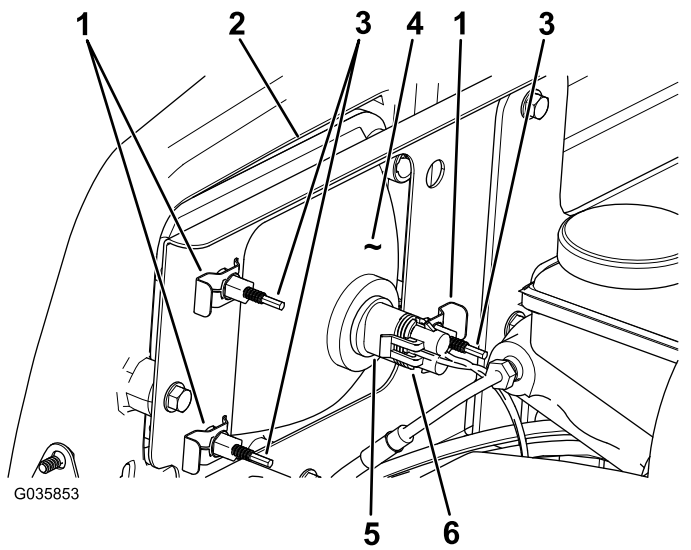

Bild 41
3. Schließen Sie den elektrischen Anschluss für den Kabelbaum vom Lampenanschluss ab (Bild 41).
- Entfernen Sie die Schellen, mit denen der Scheinwerfer an der Scheinwerferhalterung befestigt ist (Bild 41).
- Schieben Sie den Scheinwerfer nach vorne durch die Öffnung in der vorderen Stoßstange und entfernen Sie ihn (Bild 41).
- Setzen Sie den neuen Scheinwerfer durch die Öffnung in der Stoßstange ein (Bild 41).
- Schließen Sie den elektrischen Anschluss für den Kabelbaum am Lampenanschluss an (Bild 41).
- Drehen Sie die Einstellschrauben an der Rückseite des Scheinwerfers (Bild 41), um den Scheinwerfer zu drehen und den Scheinwerferstrahl einzustellen.